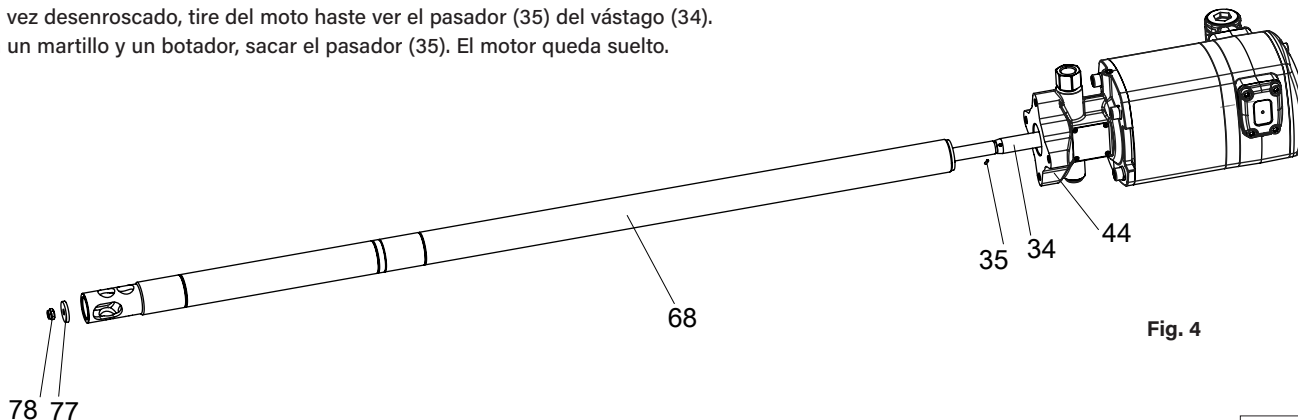

Fig. 4
1. Fije la bomba en posición horizontal en un mordaza (Fig.4). De unos golpes con un martillo en el tubo superior (68), cerca de unión con el cuerpo (44) para romper el sellador de la rosca.
2. Desenrosque la tuerca cebador (78) y desmonte este (77).
4. Una vez desenroscado, tire del moto hasta ver el pasador (35) del vástago (34).